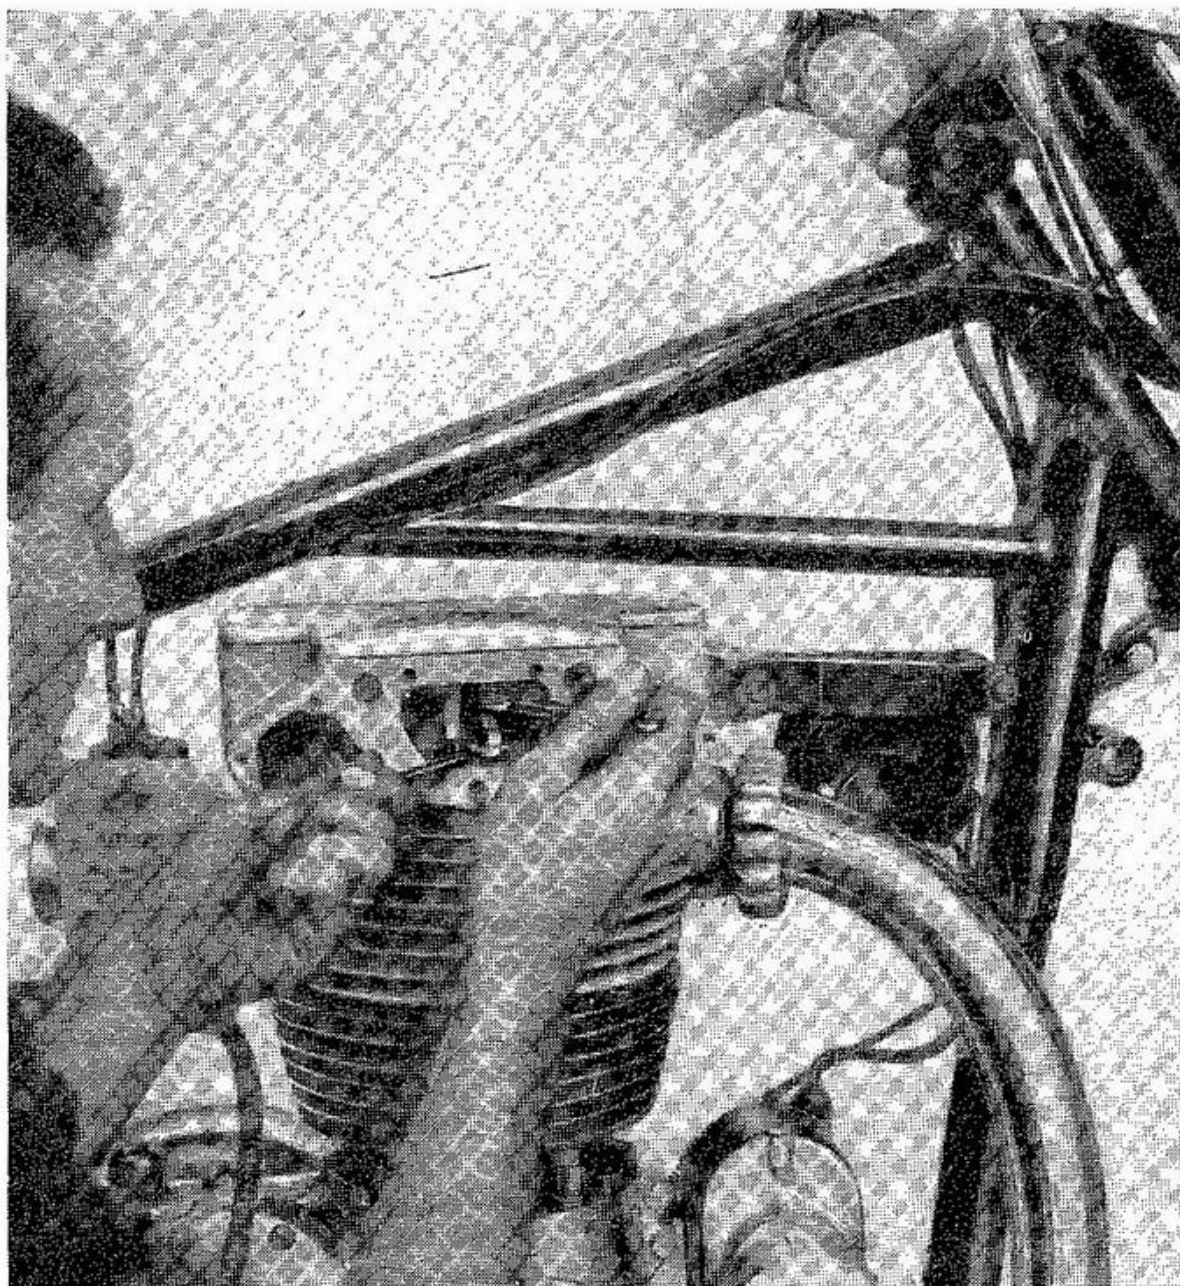

FIG. 8
2) *Registrare il gioco tra punterie e bilancieri* (vedi fig. 8).